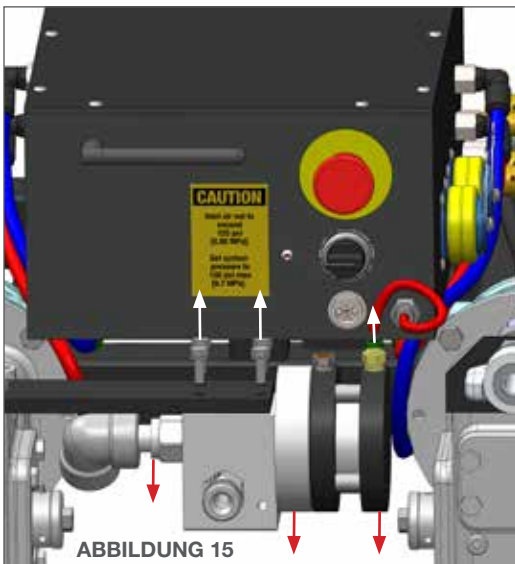

ABBILDUNG 15
15. Schrauben Sie die vier 1/4"-Sechskantschrauben ab und entfernen Sie die vier Unterlegscheiben von der Montageplatte. Legen Sie beides zur Seite. Drücken Sie das Bauteil mit der Steckmuffe nach unten, um den roten Schlauch abziehen zu können. **(Abbildung 15)**